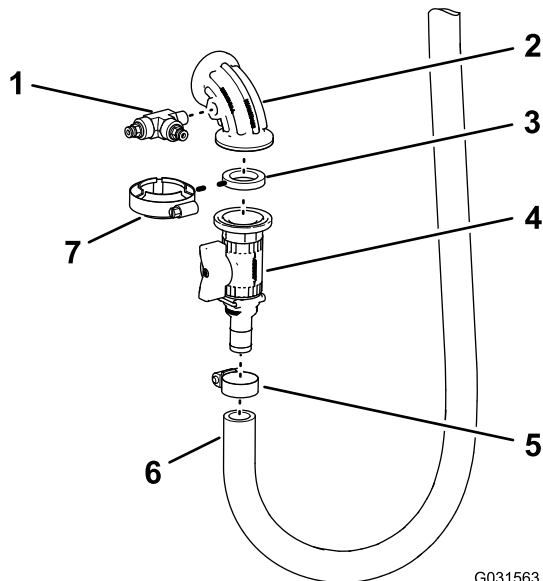

图 184
3. 把聚四氟乙烯 PTFE 螺纹密封生料带缠在您在 断开软管与管子 \(页码 11\) 的步骤 3 中卸下的 T 形接头图 184 的螺纹上。
4. 把 T 形接头安装到带侧孔的 90 度弯头上如 图 184 所示并用手拧紧接头。
5. 用法兰夹具松松地安装带侧孔的 90 度弯头、垫片和切断阀图 184。
6. 使用在 断开软管与管子 \(页码 11\) 的步骤 4 中卸下的进水软管和软管夹安装切断阀的宝塔接头图 184。